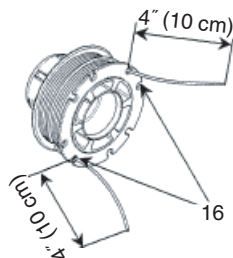

Fig. 23
- (4) Poussez chaque fil dans les trous d'arrêt (16) en laissant des bouts libres d'environ 4" (10 cm). (Fig. 23)